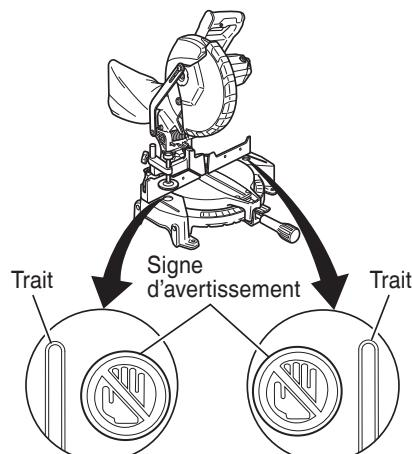

Fig. 13
- \* Ne jamais amener les membres à l'intérieur de la ligne à côté du signe d'avertissement pendant que l'outil fonctionne. Cela pourrait être dangereux (voir Fig. 13).